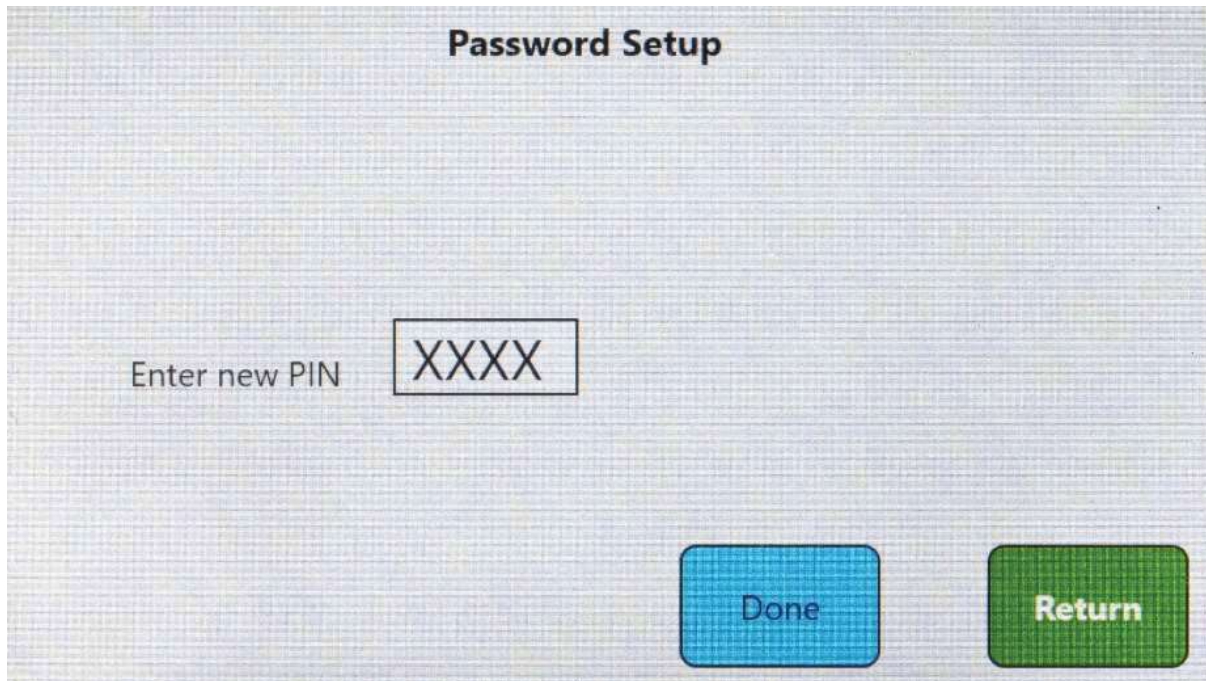

図 5
11. セットアップ画面で PIN ボックス (XXXX) を押します (図5)